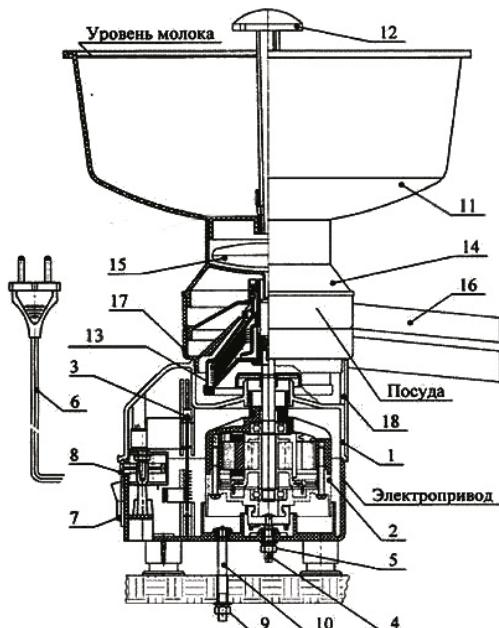
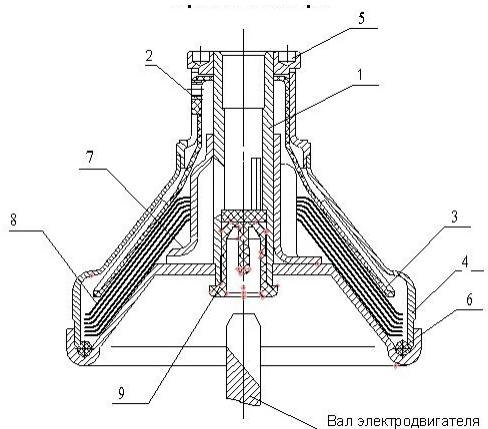

Рисунок 1 – Устройство сепаратора
Рисунок 2 - Барабан в сборе
5.2 Электропривод (рис.1) представляет собой пластмассовый корпус 1, в котором на упругих опорах закреплен электродвигатель 2 с платой управления 3.
5.3 Посуда служит для осуществления подачи молока в барабан, вывода сливок и обрата после сепарирования. Посуда (рис.1) состоит из приёмника молока 11, крана 12, камеры поплавковой 14 с поплавком 15, приемника сливок 16, приемника обезжиренного молока (обрата) 17.
5.4 Барабан (рис.2) состоит из основания 1 с запрессованной в него втулкой 9, кольца уплотнительного 6, тарелкодержателя 7, пакета тарелок 8 (9 тарелок), тарелки разделительной 3 с регулировочным винтом 2, крышки барабана 4 и гайки 5.
6.2 Сборку барабана (рис.2) проводить в следующем порядке:
Ослабить гайку 5 (рис.1) и вращением винта регулировочного 4 установить требуемый для нормальной работы электросепаратора зазор не менее 3 мм и не более 4 мм между верхней кромкой конической части приемника сливок и центром винта регулировочного 2 (рис.2). Не нарушая положения, затянуть гайку 5 (рис.1). Затем установить камеру поплавковую 14 с поплавком 15, молокоприемник 11 с кран-ключом 12.
- вращением винта регулировочного 2 (рис.2). При ввертывании винта жирность сливок увеличивается, при вывертывании – уменьшается;
При пониженной жирности молока для увеличения жирности сливок рекомендуется уменьшить подачу молока краном 12 (рис.1).